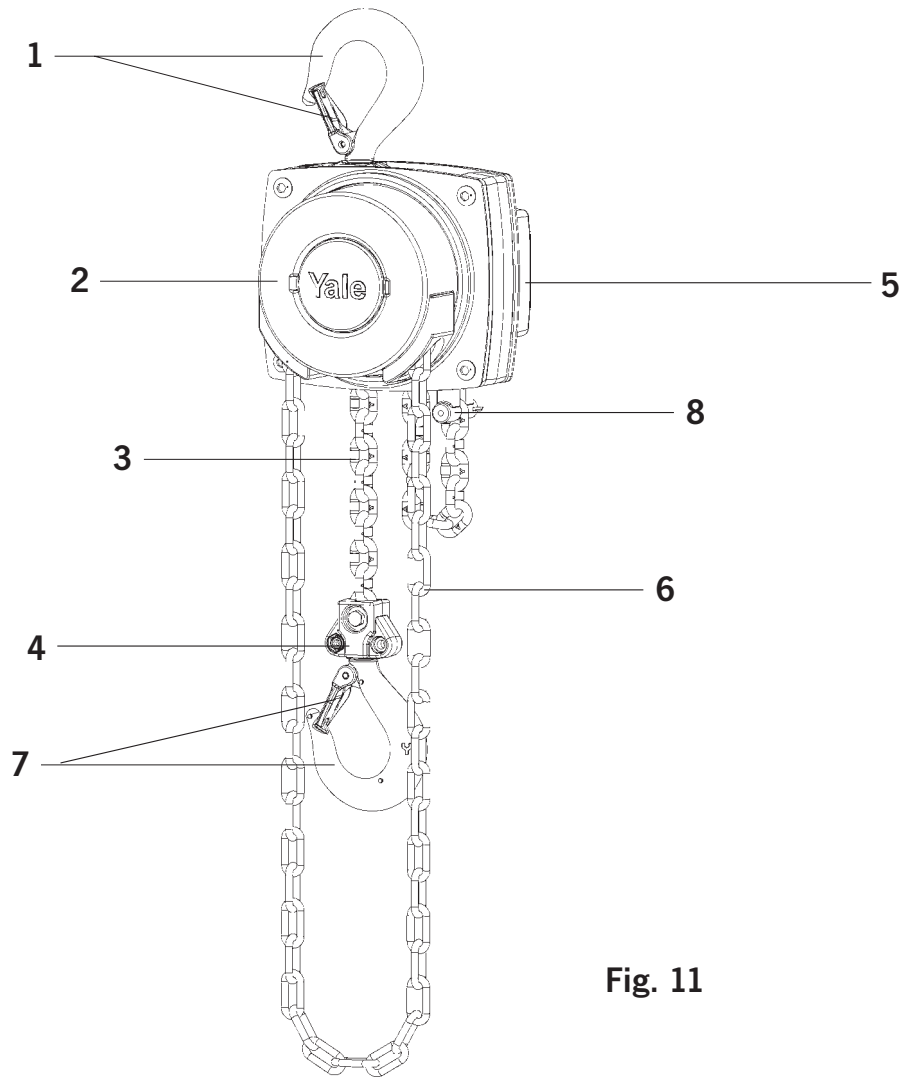

Fig. 11
- Non utilizzare i ferma catena come normali fine corsa (Fig. 11);
Il ferma catena deve essere collegato all'estremità libera della catena (Fig. 11).
Tirate la catena di manovra (Fig. 11) in direzione oraria per sollevare il carico. Il carico deve essere ben vincolato e opportunamente agganciato. Non bisogna mai attaccare il carico al becco del gancio (Fig. 8). La stessa cosa vale anche per il gancio di sospensione.
Tirate la catena di manovra (Fig. 11) in direzione antioraria per abbassare il carico.